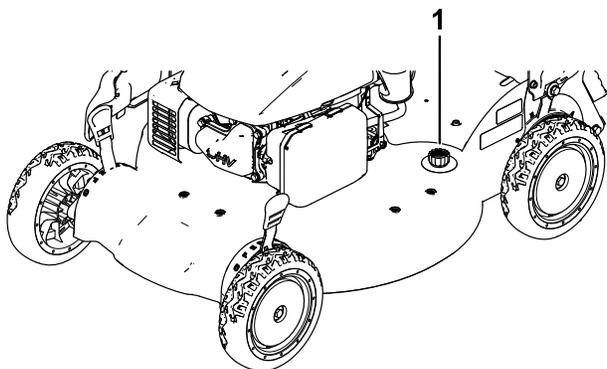

図 27
4. 洗浄ポートにホースを接続し、ホースを水道栓につなぐ(図 27)。